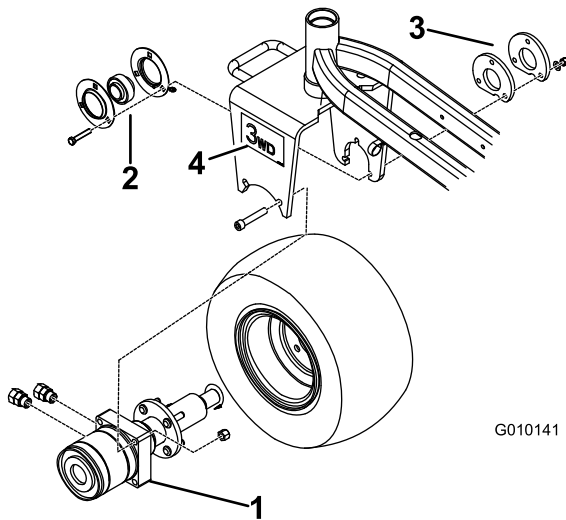

図 2
- 新しいモータハブアセンブリについているグリスフィッティングを外す 図 2。
- 図 2 のようにモータシャフトの端部にフランジレットとベアリングを取り付ける。
- モータアセンブリの側面にフィッティングストレートを2個取り付ける 図 2。
**注** このとき、モータ面についているポートが後ろ向きになるように取り付けること 図 2。
- キャストフォークの内側に、モータを仮止めするソケットヘッドねじ 2 本とナットを使用する 図 2。
**注** グリスフィッティングは、フランジレットに下向きについている必要があります 図 2。
- キャストフォークの両側にステッカーを貼り付ける 図 2。